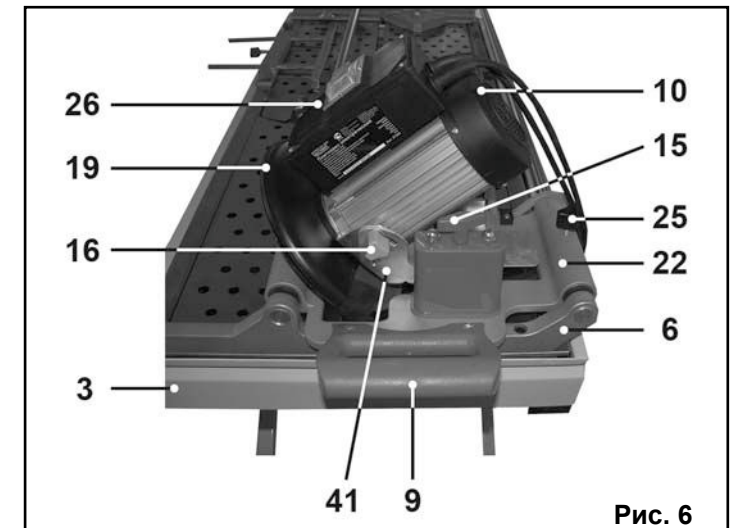

Рис. 6
11.4. Наклонное резание (Рис. 6).